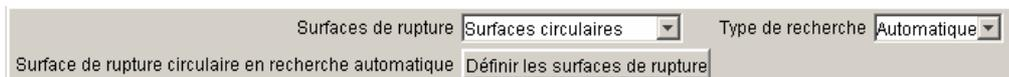

Figure 102 : boîte de dialogue de définition des situations : choix de surfaces de rupture circulaires, recherche automatique
- **Les surfaces de rupture circulaires en recherche automatique** : choix "Surfaces circulaires" et type de recherche "Automatique" (Figure 102).